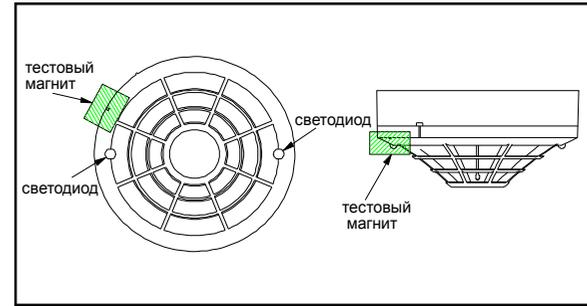

Рис. 2. Положение тестового магнита
1. Произведите позиционирование магнита (в комплект поставки не входит) на корпусе извещателя на расстоянии примерно 2 см от светодиода (рис. 2). В этом месте на верхней стороне крышки извещателя имеется 2 -х миллиметровая риска.